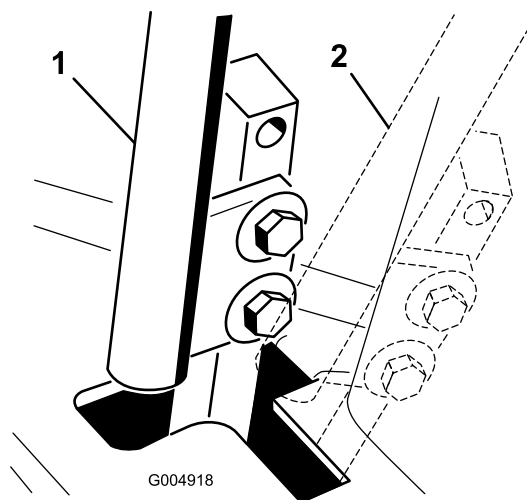

Figura 60
4. Mueva la palanca de control a la posición de punto muerto, pero **no a la posición de bloqueo** (Figura 60).
6. Compruebe la posición de la palanca de control con relación a la muesca de la consola (Figura 60).